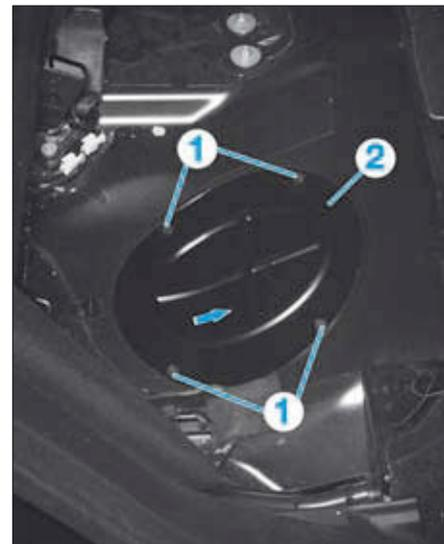
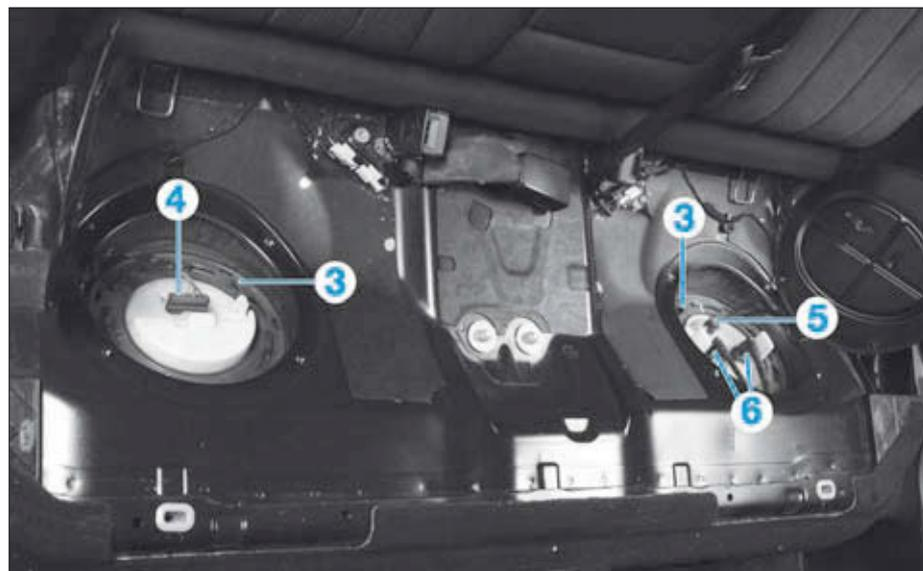

FIG. 27
FIG. 28
- [1]. Clé à griffes (ref. 001 589 00 07 00).
- De chaque côté (Fig.27) :
- déposer les vis (1) sur le pourtour de l'obturateur (2),
- déposer l'obturateur (2).
- Relier brièvement les bagues-écrous (3) à la terre afin d'éviter une décharge électrostatique (Fig.28).
- Débrancher les connecteurs (4) et (5).
- Déverrouiller et débrancher les conduites de carburant (6).
- De chaque côté, reposer l'obturateur (2) en orientant la flèche vers l'avant (sens de déplacement du véhicule) (Fig.27).